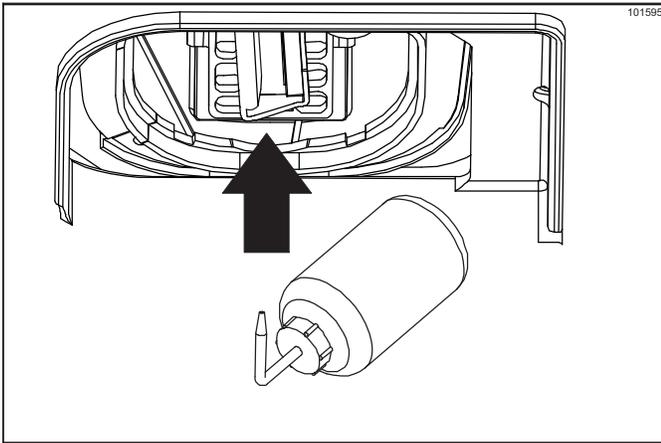

Figura 6-18
- 27. Lave a fondo la cuchilla de la granizadora, los tubos dispensadores y la zona alrededor con la botella flexible de solución de limpieza/desinfección. (Véase la figura 6-18).
29. **Máquinas con estación de enjuague:** Limpie con un cepillo la estación de enjuague utilizando la botella de solución de limpieza/desinfección y el cepillo de surtidor. Preste mucha atención al cabezal de la enjuagadora y a la zona de desagüe. (Véase la figura 6-18).